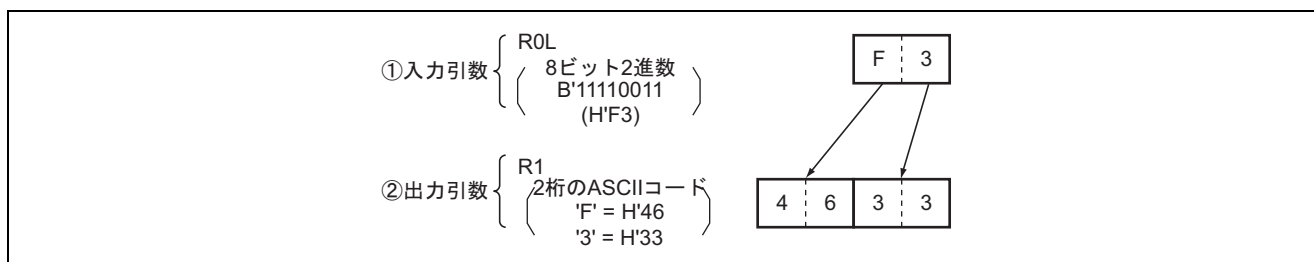

図 1 ソフトウェア COBYTE の実行例
(2) 図 1 にソフトウェア COBYTE 実行例を示します。
入力引数を図 1 のように設定すると、図 1 のように 8 ビット 2 進数を ASCII コードに変換したデータを R1 に設定します。